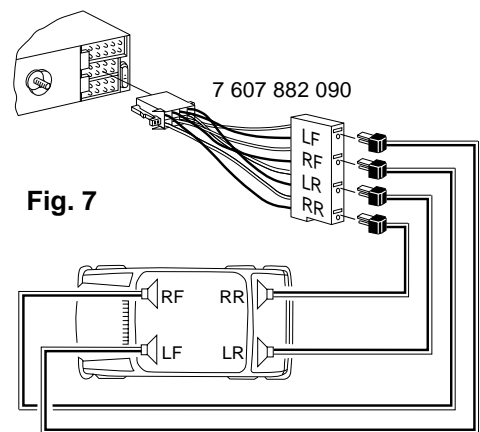

Fig. 7
- 4 Lautsprecher ..... Fig. 7
4 speakers ..... fig. 7
4 H-P ..... fig. 7